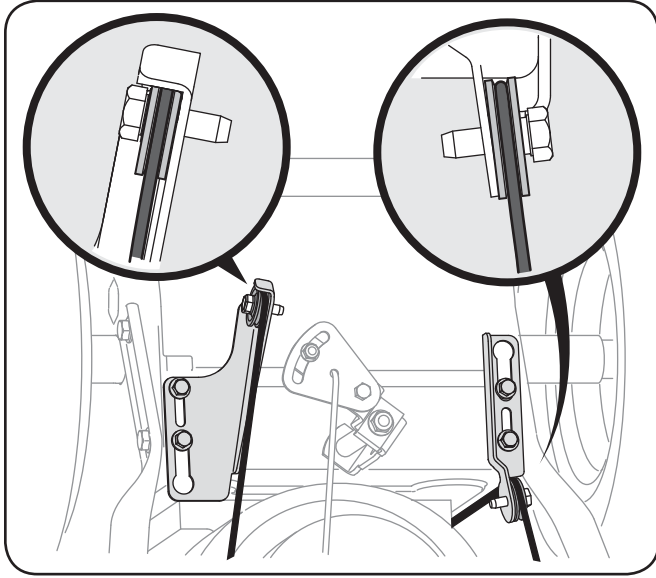

Fig. 3-1
- Assurez-vous que les deux câbles, sur la partie inférieure de la souffreuse, sont bien alignés avec les rouleaux de guidage. Voir la Fig. 3-1. Redressez le guidon supérieur, alignez le guidon supérieur avec le guidon inférieur. Voir la Fig. 3-2.